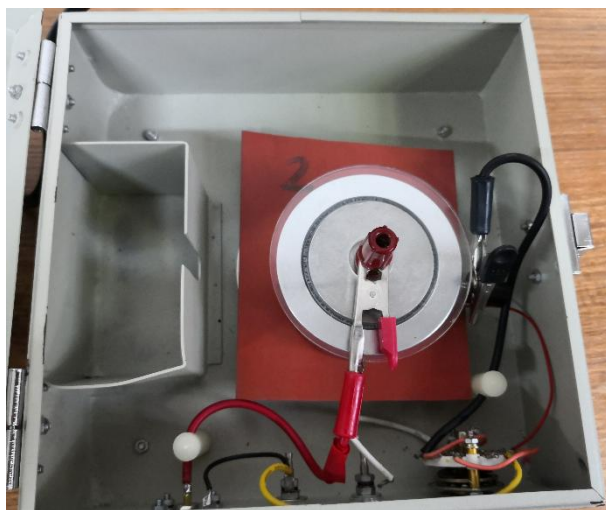

图 6 屏蔽盒内连接示意图
- (1) 测量绝缘材料的体积电阻率和表面电阻率。
- ① 将试品放入屏蔽盒内，置于三电极的底部电极和上面两个电极之间。
- ② 接好屏蔽盒内的电线，注意红色、黑色线分别与对应的红、黑接线端子相接，如图 6 所示。